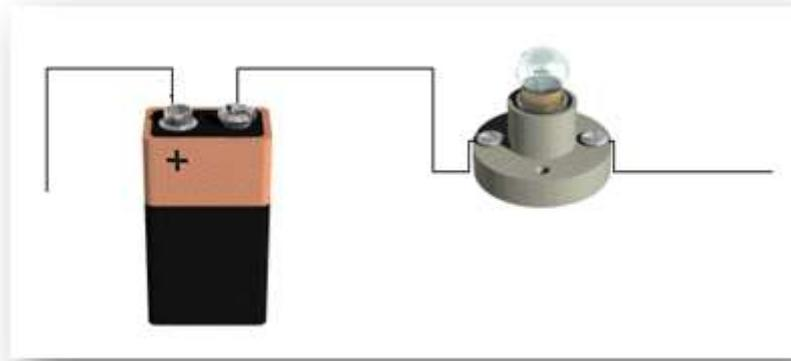

Figura 1
1. Conecten la batería y el foco con los cables como indica la **Figura 1**.